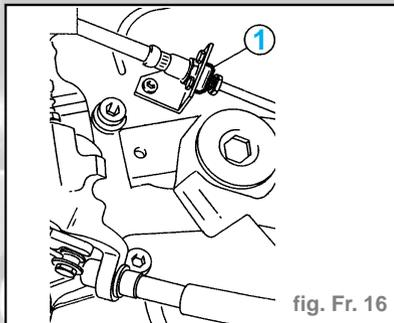

fig. Fr. 16
- Dégager l'agrafe (1) (fig. Fr. 16).